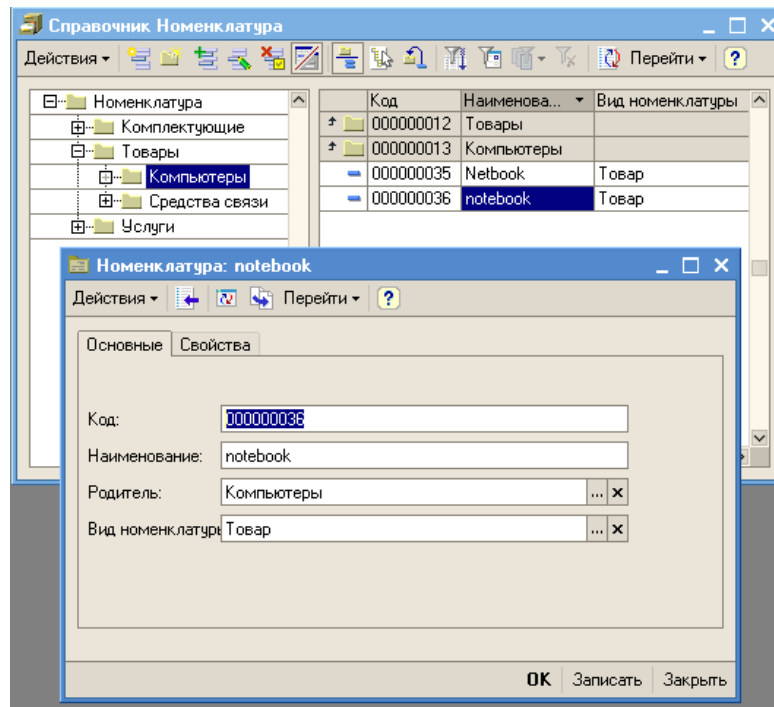

Рис. 135
- откройте элемент справочника **Номенклатура** – Notebook (рис. 135);